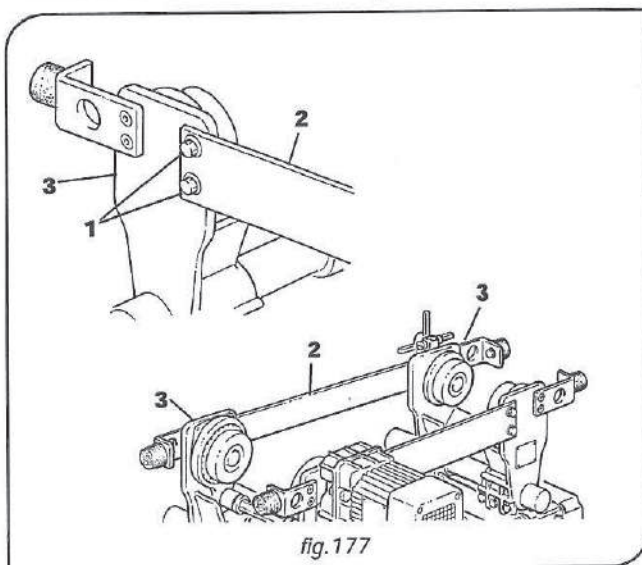

fig.177
- Volver a colocar los planos de conexión -2- de las planchas -3- por medio de los tornillos de fijación (fig. 177) sin ajustar las mismas.